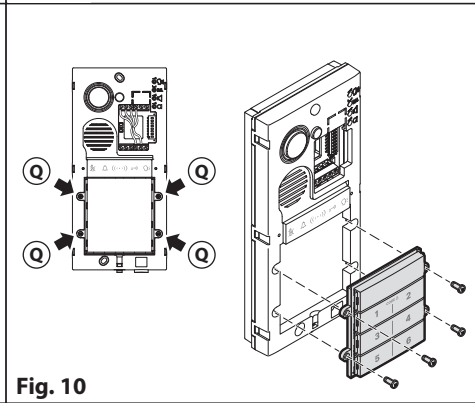

Fig. 10
3. **For the code lock configuration:** remove the four screws (Q) and replace the whole nameplate frame with the code lock frame provided. Make the appropriate dip-switch settings (Fig. 10).
3. **Per la configurazione con tastiera:** rimuovere le quattro viti (Q) e sostituire l'intero telaio dei cartellini con il telaio della tastiera fornita. Effettuare le opportune impostazioni dei dip-switch (Fig. 10).
3. **Pour la configuration avec clavier :** retirez les quatre vis (Q) et remplacez l'ensemble du cadre des étiquettes par le cadre du clavier fourni. Effectuez les réglages appropriés des dip-switches (Fig. 10).
3. **Voor de configuratie met toetsenbord:** verwijder de vier schroeven (Q) en vervang het hele naamplaatframe door het meegeleverde code lockframe. Stel de nodige dip-switch instellingen in (Fig. 10).
3. **Para la configuración del código de seguridad:** retire los cuatro tornillos y sustituya todo el marco de la placa por el marco con código de seguridad suministrado. Realice los ajustes adecuados en los interruptores DIP (Fig. 10).
3. **Para a configuração com código:** remova os quatro parafusos (Q) e substitua toda a moldura da placa de identificação pela moldura com código fornecida. Efetue as configurações adequadas no interruptor DIP (Fig. 10).